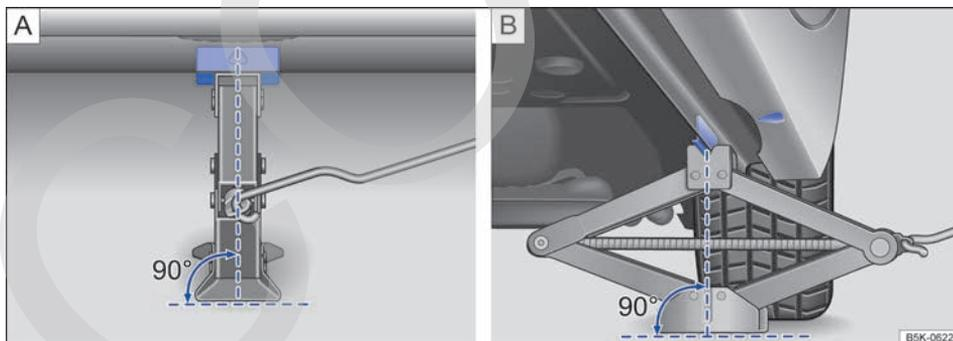

Fig. 217 Gato colocado en el lado izquierdo del vehículo, en la zona trasera.
8. Asegúrese de que toda la base del gato descansa firmemente sobre el suelo y de que se encuentre exactamente debajo del punto de apoyo en vertical → fig. 217.
9. Centre el gato y siga subiéndolo con la manivela hasta que la garra sujete el refuerzo de debajo del vehículo → fig. 217.
- Coloque el gato únicamente en los puntos descritos. La garra del gato deberá sujetar bien el refuerzo del larguero inferior → fig. 217.